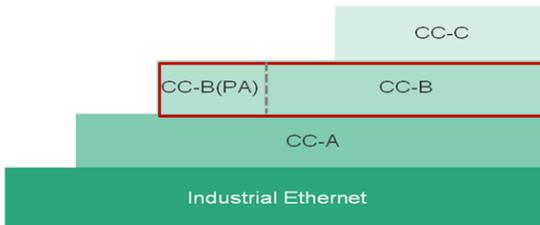

Abb. 1: Aufbau der Conformance Classes (CC) von PROFINET
Der Funktionsumfang von PROFINET ist zur Anpassung an unterschiedliche Einsatzgebiete skalierbar in mehrere, auf einander aufbauende Conformance Classes (CC) eingeteilt (Abbildung 1). Diese fassen anwendungsorientierte Mindesteigenschaften zusammen: CC-A enthält die Grundfunktionen und ist z.B. auf den Einsatz in der Gebäudeautomation ausgerichtet. CC-B erweitert den Funktionsumfang um Netzwerkdiagnose und Topologieinformationen; bei CC-B(PA) kommen für die Prozessautomatisierung relevante Funktionen wie beispielsweise Redundanz und „Dynamic Reconfiguration“ (Änderungen der Controllerkonfiguration im laufenden Betrieb) hinzu. CC-C ist eine nochmalige Erweiterung zur Realisierung von IRT-Kommunikation (Isochronous Real Time) und damit Basis für takttsynchrone Applikationen. Eine ausführliche Beschreibung der CC enthält das PI-Dokument „PROFINET IO Conformance Classes“ [7.042 e].